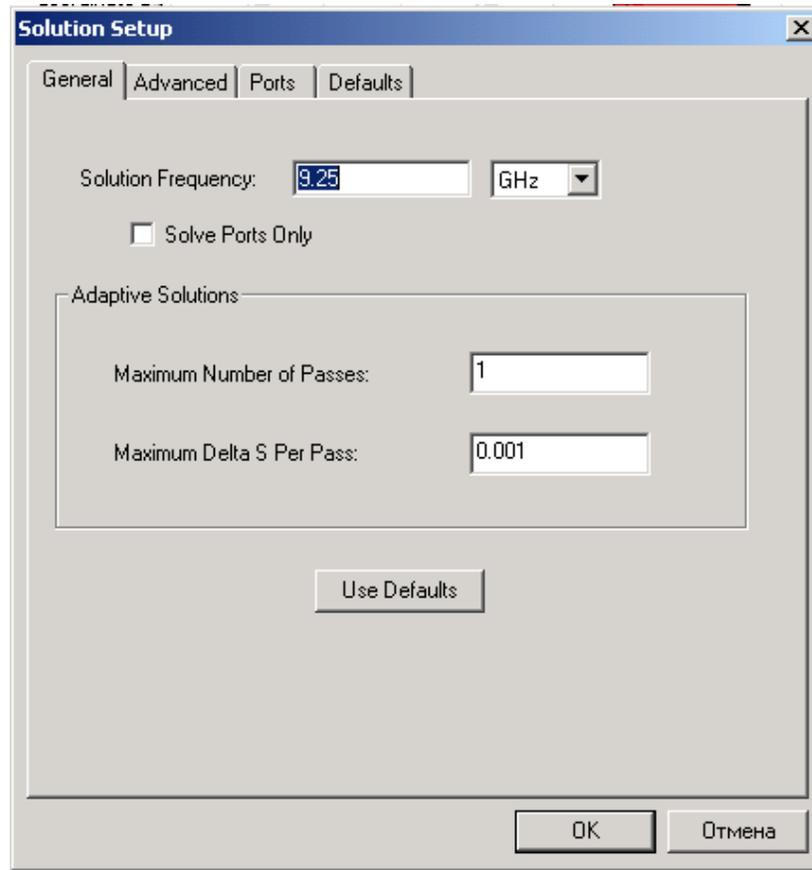

Рис. 6.18. Закладка *General* диалога установок на решение
3. Нажмите закладку **General** (рис. 6.18).